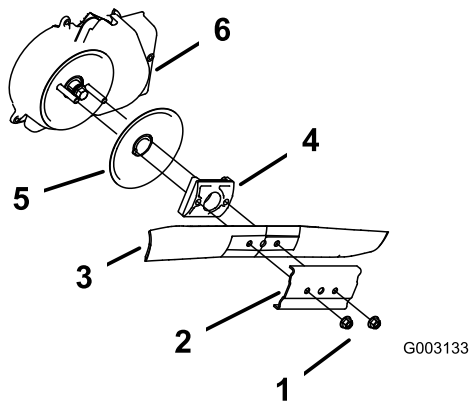

Figure 46
3. Retirez les 2 écrous de la lame et le renfort (Figure 46).
4. Déposez la lame (Figure 46).
5. Déposez le dispositif d'entraînement de la lame et le disque anti-scalp (Figure 46).
6. Déposez la protection du système d'arrêt de la lame (Figure 46).
10. Reposez la lame et le renfort au moyen des 2 écrous de lame retirés précédemment (Figure 46).